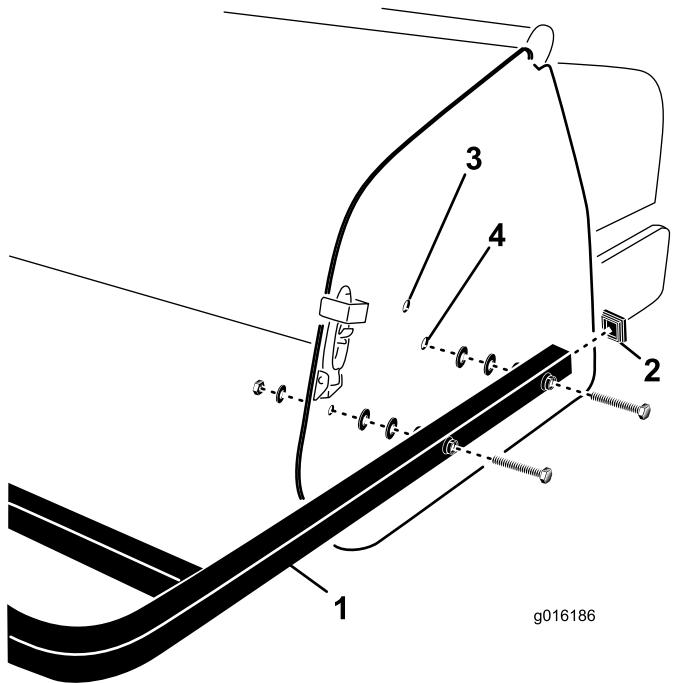

Figura 32
1. Insira os tampões nas extremidades dos tubos da proteção traseira (Figura 32).
2. Alinhe os orifícios com os tubos de montagem da proteção traseira com os furos nas placas laterais do arejador (Figura 32).
3. Prenda os tubos de montagem da proteção nas placas laterais com 4 parafusos, anilhas planas e porcas (Figura 32).